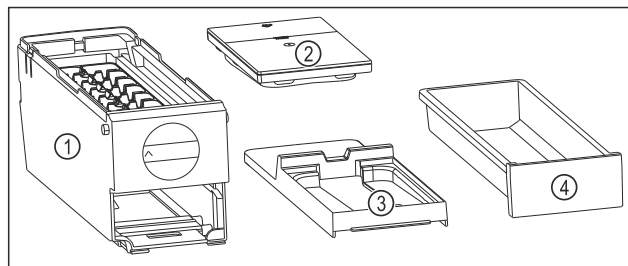

Fig. 113 Części dla EasyTwist-Ice
- EasyTwist-Ice jest rozłożony na cztery części. (patrz Fig. 113)
- Należy demontować EasyTwist-Ice wyłącznie na przedstawione części. (patrz Fig. 113)
- Czyścić korpus EasyTwist-Ice Fig. 113 (1) w całości.